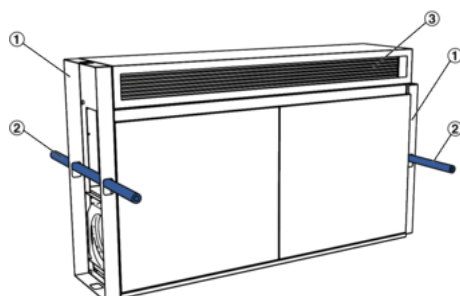

Abb. 33: Transport mit Tragehilfen
1. Vor der Montage das Gerätbauteil 1 (Abb. 33/1) an den Montageort transportieren, hierzu kann das Gerät an den Transporthilfen (Abb. 33/1) transportiert werden. Beispielsweise mit Rundschlingen für den Staplertransport. Alternativ können Rohre (Abb. 33/2) (bauseits) in die Transporthilfen eingeschoben werden, mit denen das Gerät angehoben werden kann.
Die Zuluftgitter (Abb. 33/3) und Abdeckleisten liegen verpackt in einem der Gerätebauteile. Diese entnehmen und für die spätere Montage lagern.